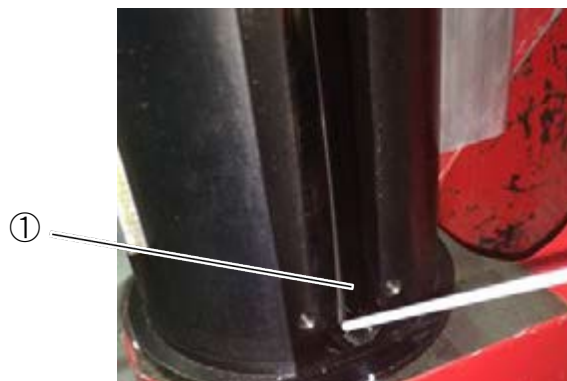

図 23:スプレーグリス給油位置 **※4 月中に写真差し替え予定**
3. ガイドレールを外した開口部(図 23、①)からスリーブにスプレーグリスを適量塗布して下さい。